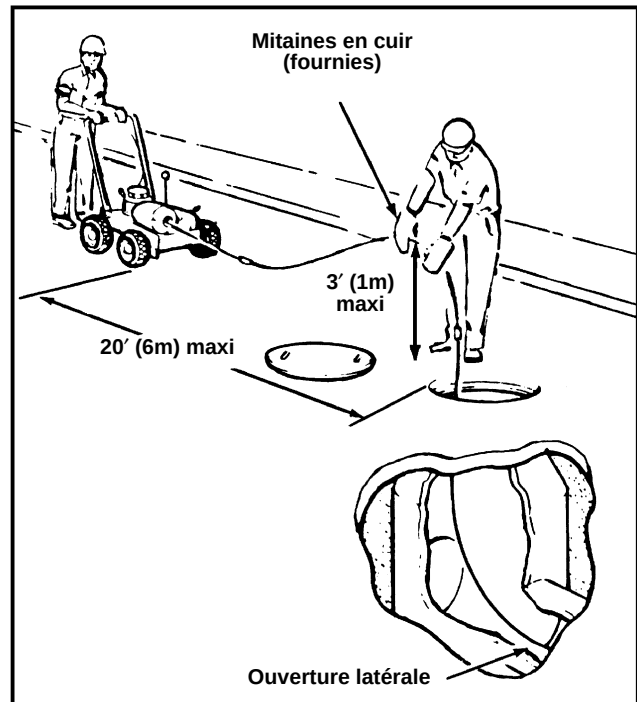

Figure 3 – Utilisation du dégorgeoir à tringles
▲ MISE EN GARDE Respectez le mode d'emploi à la lettre afin de maintenir le contrôle de la machine et de ses tringles, et éviter ainsi de graves blessures (Figure 3).
11. Lorsque la machine avance, le manipulateur de tringle doit appuyer sur la tringle en la guidant entre son pouce et sa paume, les doigts étendus. (Figure 3).